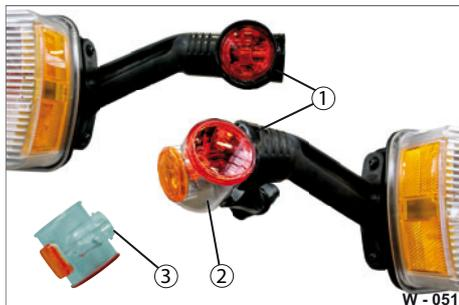
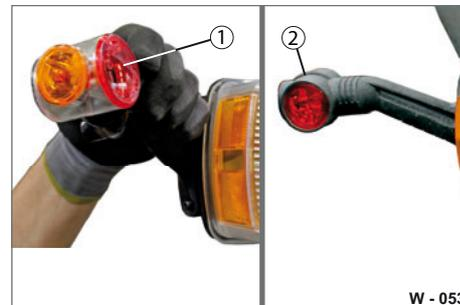

Abb. 50 Gummiarm abziehen
Abb. 52 Gummiarm aufstülpen
- ▶ Sprühen Sie den Gummiarm-Überzug (Abb. 50/1) mit Silikonspray reichlich ein - dies erleichtert das Ab- und Aufstülpen.
- ▶ Ziehen Sie den Gummiarm-Überzug (Abb. 50/1) vom Leuchtkörper (Abb. 50/2) mit Hilfe eines Schlitz-Schraubendrehers ab.
- ▶ Lösen Sie die Verschraubung (Abb. 50/3) und ziehen Sie den Leuchtkörper (Abb. 50/2) ab.
- ▶ Schrauben Sie den Leuchtkörper (Abb. 52/1) mit der Verschraubung (Abb. 50/3) auf. Achten Sie, dass die Dichtung richtig sitzt.
- ▶ Stülpen Sie den Gummiarm (Abb. 52/2) über den Leuchtkörper.